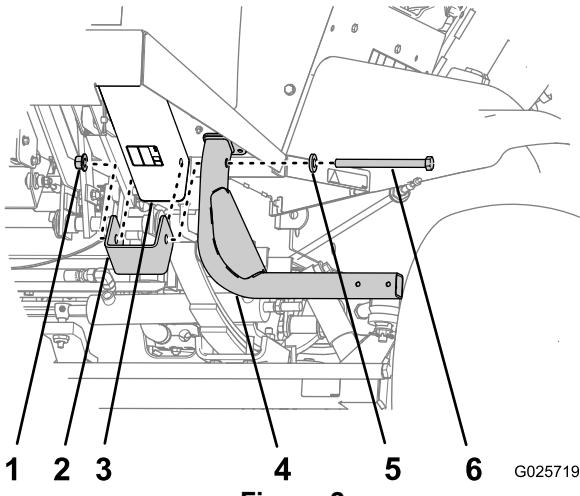

Figura 2
1. En la parte delantera de la máquina, alíneelos taladros del espaciador con los taladros del tubo del bastidor delantero (Figura 2).
2. Alinee los taladros de soporte del peldaño con los taladros del espaciador y del tubo del bastidor (Figura 2).
3. Sujete el soporte del peldaño y el espaciador al tubo del bastidor con un perno de cabeza hexagonal (½" x 6"), una contratuerca y una arandela (Figura 2).